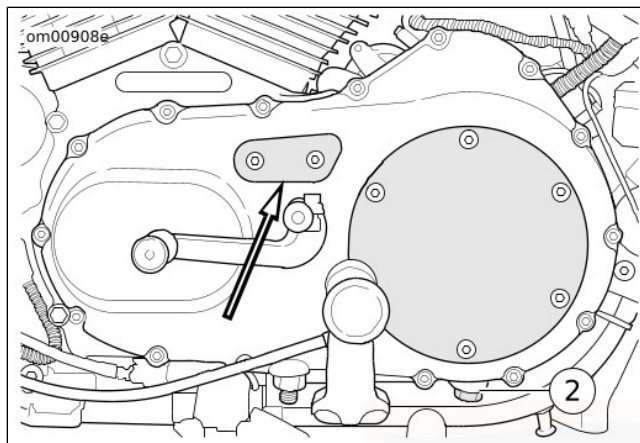

Figura 48. Coperchio di accesso alla catena trasmissione primaria
2. Vedere Figura 48. Rimuovere le due viti e il coperchio di accesso alla catena della trasmissione primaria.